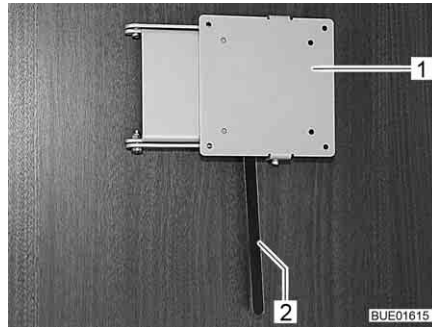

Fig. 50 Support avec levier de déverrouillage
- Pousser le levier de déverrouillage (Fig. 50,2) sur le côté et pivoter le support (Fig. 50,1) et l'écran plat pour les amener en position souhaitée.
- Pivoter l'écran plat en sens inverse, jusqu'à ce que le support (Fig. 50,1) s'enclenche dans le verrouillage.